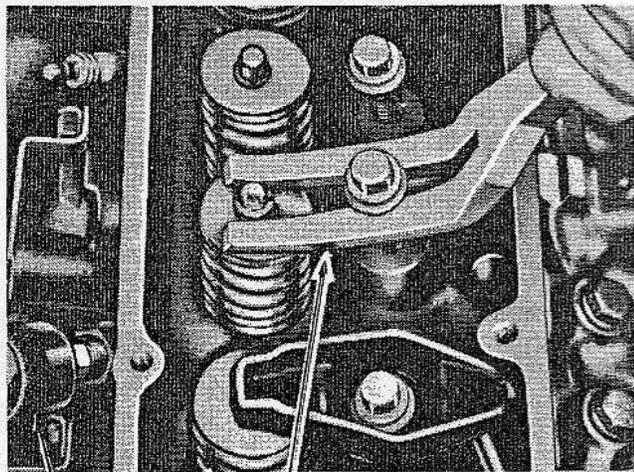

Fig. 15. Compresión de Resorte de Válvula Instalado
5. Instale la tuerca en el espárrago y coloque la herramienta compresora como se ve en la Fig. 15. Comprima el resorte de la válvula y saque los seguros del retén y el resorte.